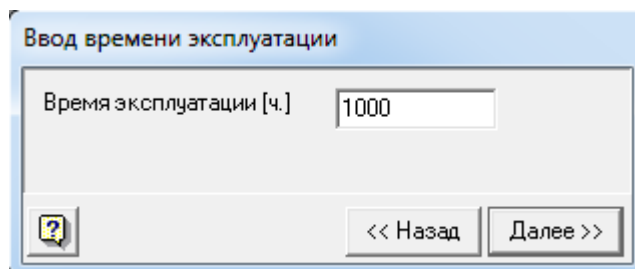

Рис. 3.14. Окно выбора времени эксплуатации
- В появившемся окне «Время эксплуатации» (см. рис. 3.14) введите время эксплуатации Изделия, заданное в ТЗ.
Поля появившегося окна и всех последующих (см. рис. 3.14 – 3.15) заполняются так же, как и при вводе описания Изделия (см. п. 3.2.4).